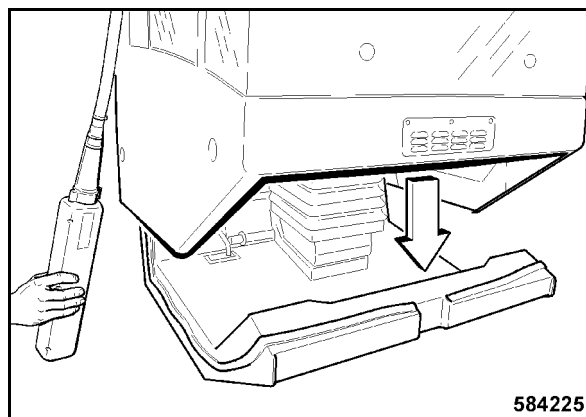

Fig. 172
- Colocar la cabina verticalmente y despacio sobre el puesto de conductor (Fig. 172).